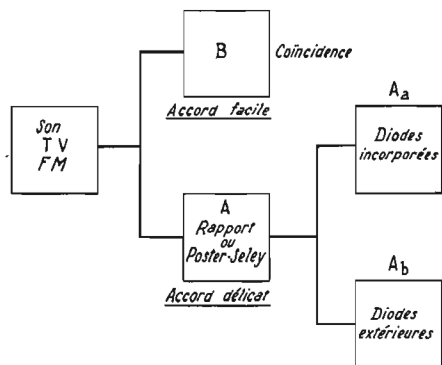

FIG. 2.
(Ab) : circuits intégrés ne contenant pas les diodes du discriminateur et dans ce cas, l'élément de détection comprendra les bobinages et les diodes (voir Fig. 2). Dans la catégorie (B) des CI à détection par coïncidence, le système détecteur est toujours inclus, tout comme les éléments MF et souvent ceux de préamplification BF, de sorte que seule la bobine de détection sera extérieure.